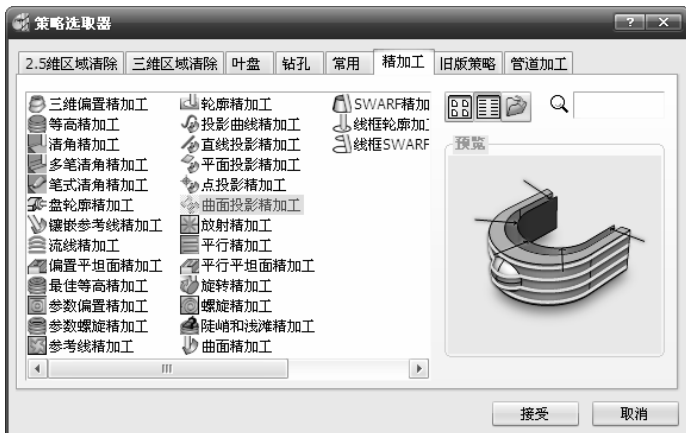

图 5-29 “策略选取器”对话框
1) 单击主工具栏上的“刀具路径策略”按钮, 弹出“策略选取器”对话框, 单击“精加工”选项卡, 在弹出的精加工策略选项中选择“曲面投影精加工”加工策略, 如图 5-29 所示。单击“接受”按钮完成。